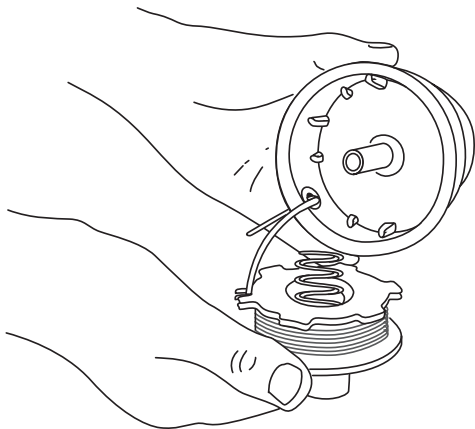

Fig. 15
8. Inserte el extremo de la línea a través del ojalillo en la bobina exterior (Fig. 15).
5. Inserte el extremo de la línea del carrete prebobinado a través del ojalillo de la bobina exterior (Fig. 15).